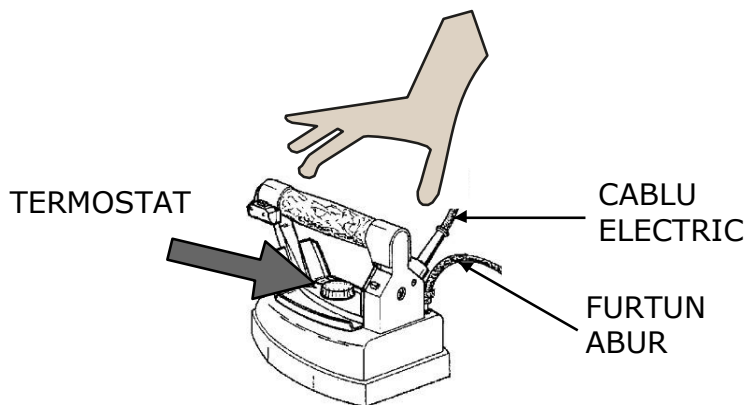

Fig. 4
4. Porniți întrerupătorul boilerului (fig. 2 A). După aproximativ 5 minute, porniți întrerupătorul fierului (fig. 2 B) și reglați termostatul acestuia la poziția „bumbac” (fig. 4).
4. Pentru călcarea uscată, puteți regla termostatul (fig. 4) pe diferite poziții, în funcție de tipul de țesătură pe care doriți să o călcați (prin urmare, consultați marcajele de pe articole). Pentru călcarea cu abur, termostatul trebuie să fie setat pe poziția „cotone” („bumbac”) sau „lino” („in”).
3. furtunul de abur și cablul fierului de călcat ori de câte ori acestea sunt deteriorate (fig. 4);
6. când fierul de călcat se supraîncălzește sau prezintă scurgeri de apă (fig. 4);
7. când se spală sau se curăță fierul de călcat cu apă (fig. 4);